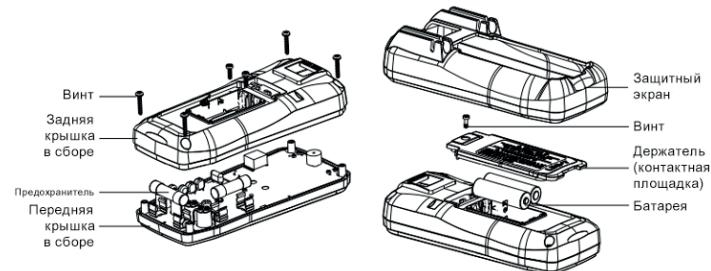

Рисунок 10
2. Замена батареи или предохранителя (рисунок 10)